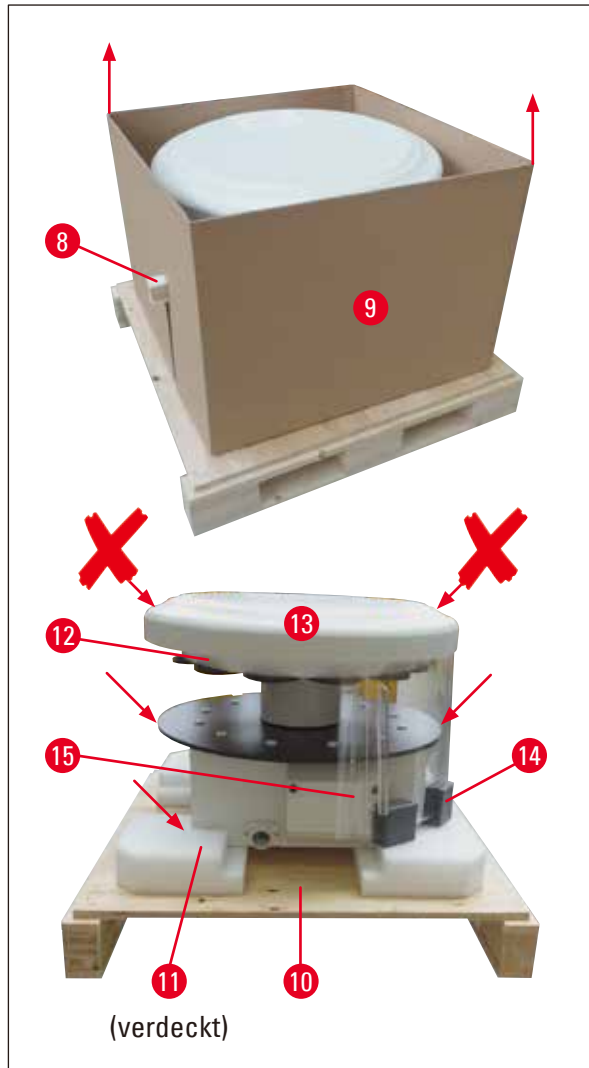

Abb. 11
- Das Gerät zum Hochheben (mit 2 Personen) an der Plattform für die Reagenzienbehälter oder unten am Gehäuse (siehe nachstehende (→ Abb. 11), ↘ ↙) fassen und von der Grundplatte (→ Abb. 11-10) heben.